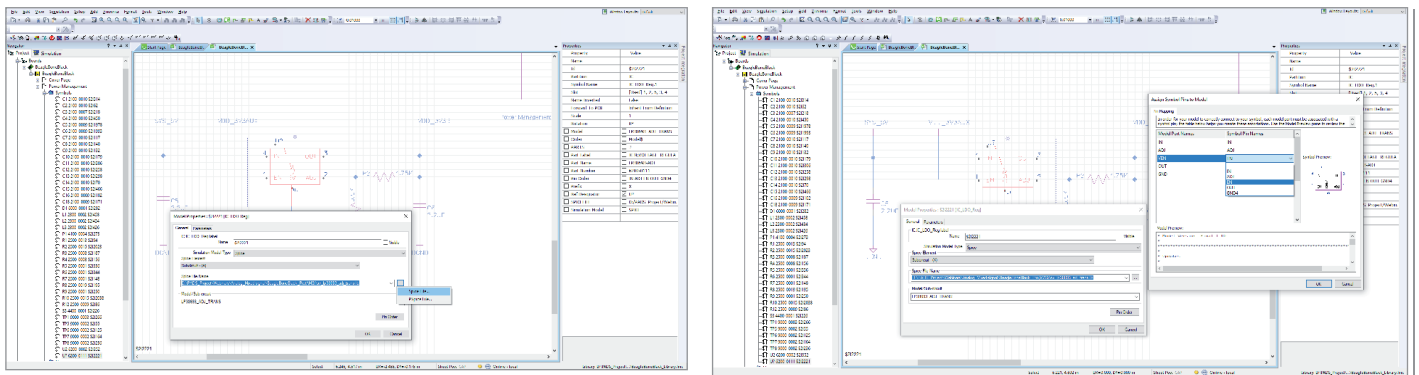

Рис. 16
поэтому просто щелкну правой кнопкой мыши на компоненте и выбираю *Edit Model Properties* (рис. 15). Единственное отличие данного сценария заключается в том, что символы для этих компонентов не были выбраны из библиотеки AMS, вместо этого они размещены из центральной библиотеки компонентов. При назначении модели LDO я могу выбрать ранее скачанную мною модель, хранящуюся на локальном диске, нажав на три точки рядом со *Spice File Name* (рис. 16а). Поскольку символ компонента и файл модели не являются стандартными для библиотеки AMS, то для правильного моделирования необходимо
сопоставить выводы, указанные в модели, с выводами на символе (рис. 16б). После того как мы назначили все необходимые модели, необходимо задать источники питания. Я хочу посмотреть, как LDO работает при запуске, поэтому настрою источник напряжения на выводе (EN) так, чтобы через 1 мс он достиг значения 3,3 В. Это будет имитировать выход 3,3 В с микросхемы РМІС. Для этого я следую тому же самому процессу, который показывал ранее, чтобы добавить кусочно-линейный источник питания на пин включения (EN). В завершение назначу источник 5 В на входной пин (IN) и землю на соответствующие земляные контакты. Добавив модели источников непосредственно к нужным цепям вместо того чтобы добавлять отдельные символы для моделирования, я могу сохранить схему в ее первоначальном состоянии.